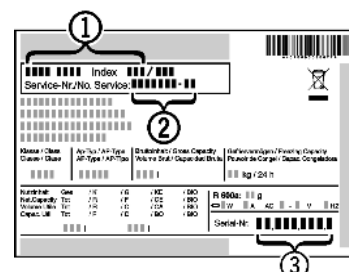

Fig. 46
- ▶ Identificați denumirea aparatului Fig. 46 (1), numărul de service Fig. 46 (2) și numărul de serie Fig. 46 (3) pe marca de fabricație. Marca de fabricație se află pe partea stângă în interiorul aparatului.